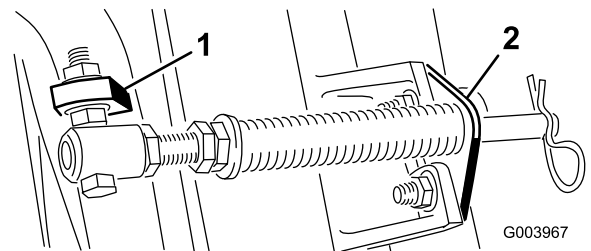

图 5
- D. 使用车身螺栓和螺母将杆支架固定到滚刀组凸耳上 *图 5*。